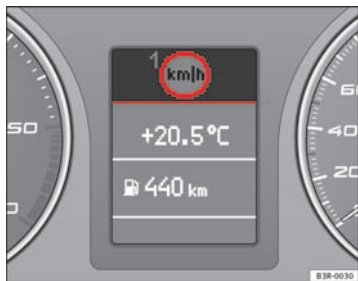

Fig. 56 Afficheur : Dispositif d'alerte de dépassement de vitesse
d'alerte retentit. Un symbole d'alerte \Rightarrow fig. 56 apparaît simultanément à l'afficheur.
Le symbole d'alerte de dépassement de vitesse  du seuil d'alerte 1 \Rightarrow fig. 56 apparaît à l'afficheur lorsque la vitesse du véhicule dépasse la vitesse maximale mémorisée. Il disparaît lorsque la vitesse de la voiture est de nouveau inférieure à la vitesse maximale mémorisée.
- Pressez la touche CHECK jusqu'à ce que le symbole ⇒ page 87, fig. 56 s'affiche.